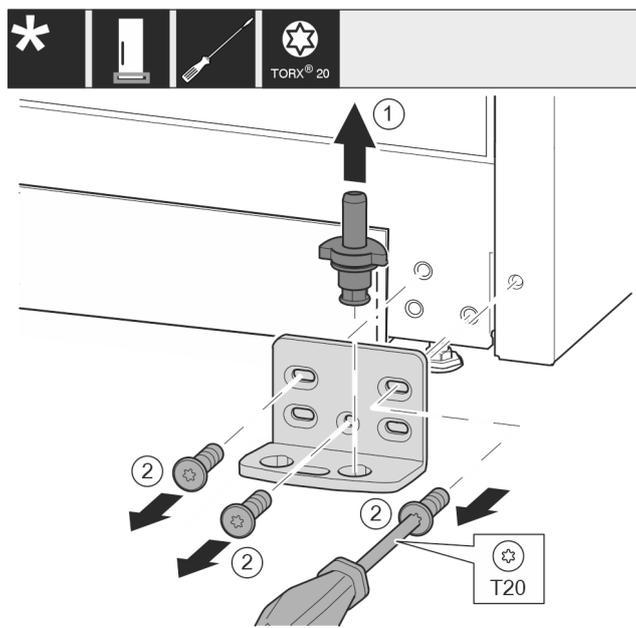

Fig. 16
- ▶ Опорный палец полностью извлеките движением вверх. Fig. 16 (1)
- ▶ Открутите винты отверткой T20 и снимите опорный кронштейн. Fig. 16 (2)